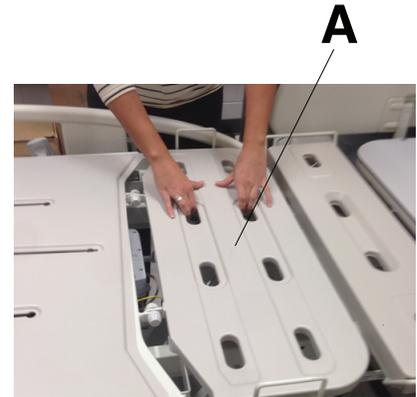

Figura 3 – Rimozione della copertura dei poggiatesta superiori
1. Rimuovere la copertura dei poggiatesta (A) (Figura 3).